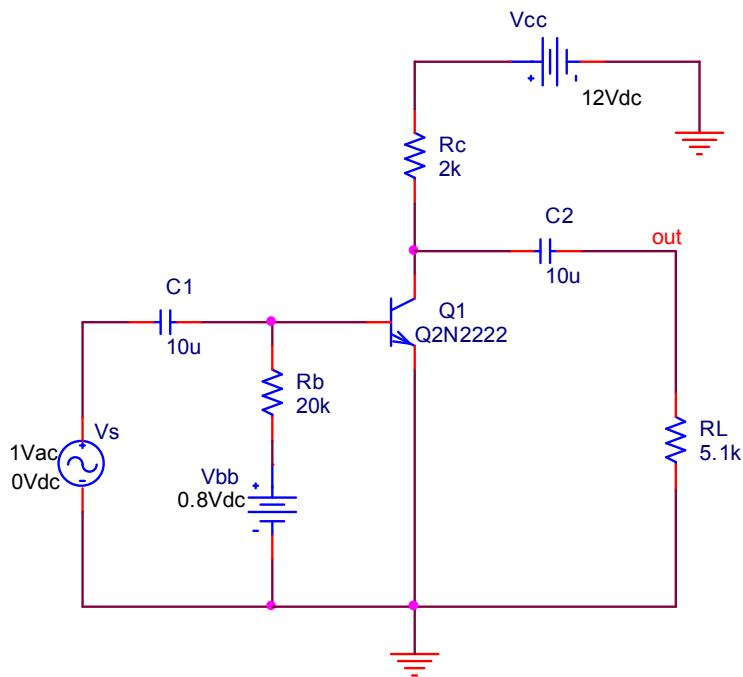

图 4.2
***2. 计算图 4.2 电路的上限截止频率、电压增益和输入、输出阻抗。(li2_4_1)